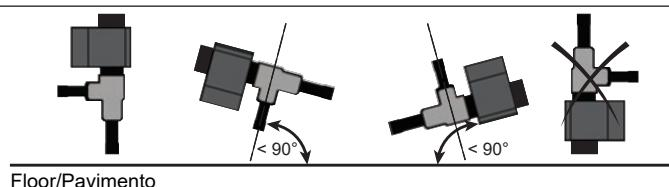

Fig. 1.
- Install the valve as shown (see Fig. 1). Coil pointing downwards is forbidden.
- Posizionare la valvola come indicato (vedi Fig. 1). La bobina non deve essere orientata verso il basso.
(2) See Fig. 1. (3) See Fig. 4.
(2) Vedi fig. 1. (3) Vedi fig. 4.